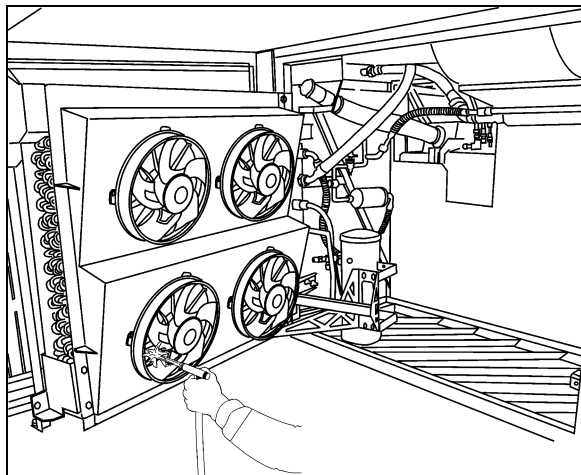

FIGURE 15 : NETTOYAGE DU SERPENTIN DU CONDENSEUR DE L'UNITÉ DES PASSAGERS AVEC UN JET D'AIR À BASSE PRESSION
**Une fois par an**, nettoyer le condenseur avec un jet d'air ou d'eau à basse pression, en prenant soin de ne pas endommager les ailettes du serpentin (Figure 15).